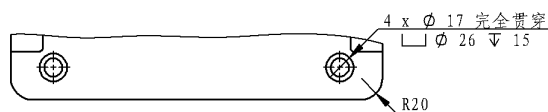

图 6.15.39 孔标注
- (3) 放置异型孔向导信息。放置孔标注，如图 6.15.39 所示。